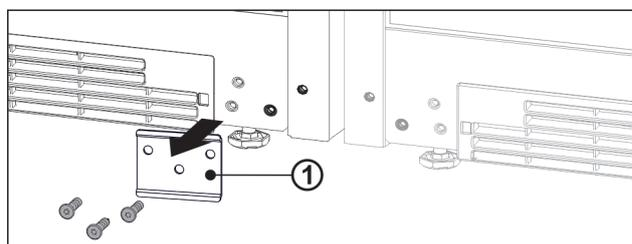

Fig. 13
- ▶ Dévisser la plaque Fig. 13 (1) le cas échéant.